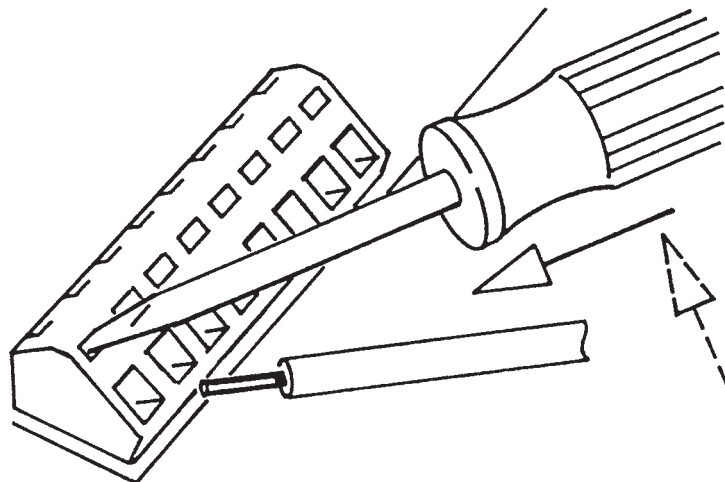

Fig. 6
- Указание по работе с безрезьбовыми клеммам: на рис. 6 показано, как с помощью отвертки подготовить клемму к подключению. К каждой клемме можно подсоединять только один провод.